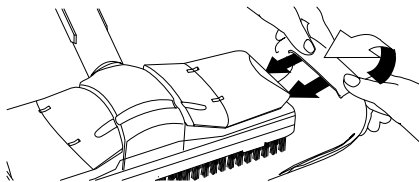

Fig. 10
- Fastgør gulvkluden (H3) på gulvdysen (H1). Fold gulvkluden sammen på langs og stil gulvdysen på den. Træk enderne af rengøringskluden ind under holdeklemmerne (H2) (se fig. 10).